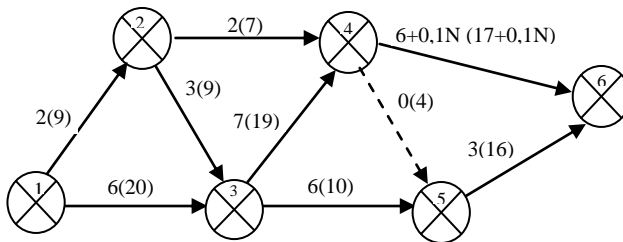

Рис. 1. Сетевой график выполнения комплекса проектных работ.
2. На перерабатывающем комбинате необходимо выполнить комплекс проектных работ, последовательность которых изображена на сетевом графике (рис. 1).